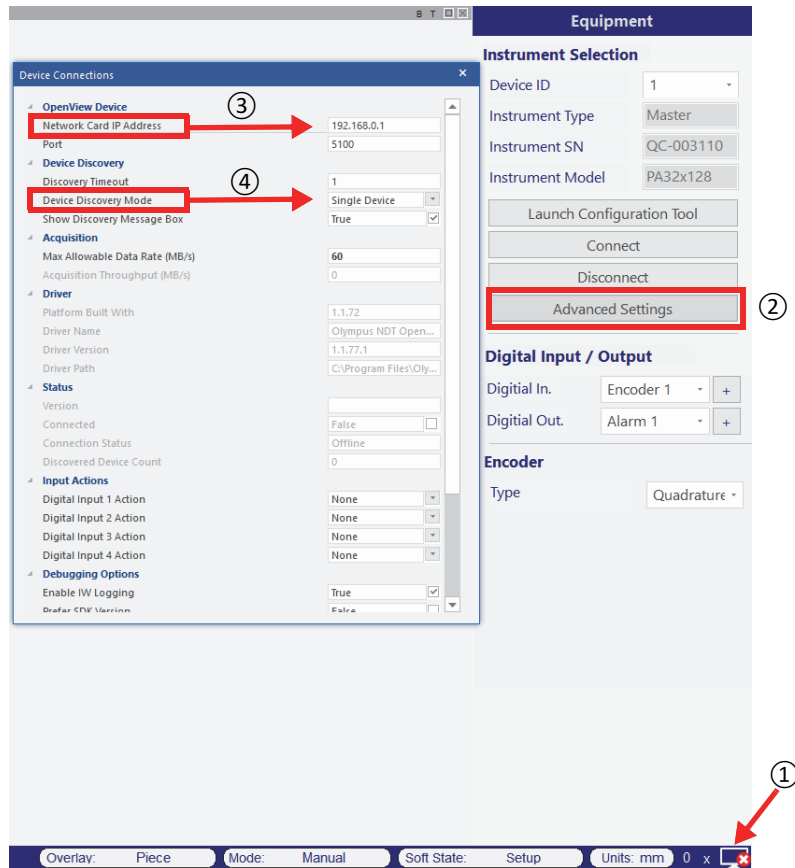

Figure 7-4 Configuration dans WeldSight
- f) Sur votre ordinateur, ouvrez WeldSight () et double-cliquez sur l'icône de l'ordinateur () située dans le coin inférieur droit de l'écran (Figure 7-4 à la page 77). Cliquez sur **Advanced Settings** (Réglages avancés), et vérifiez ce qui suit :